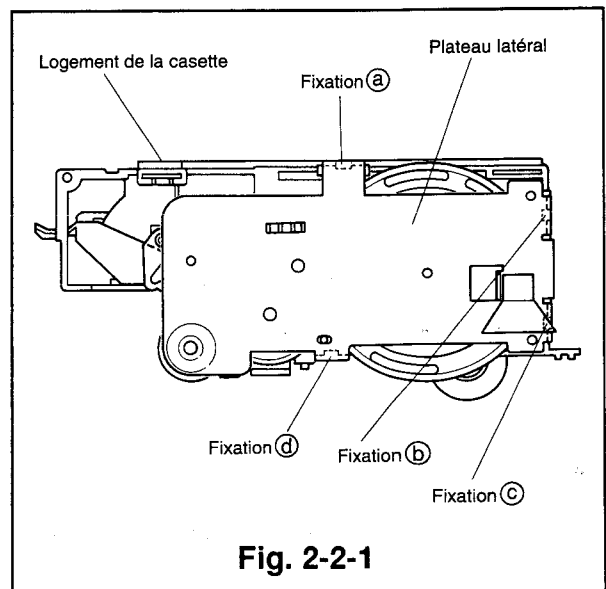

Fig. 2-2-1
- 2) Défaire les quatre fixations (a, b, c, d) comme illustré dans la Fig. 2-2-1 et enlever le plateau latéral.